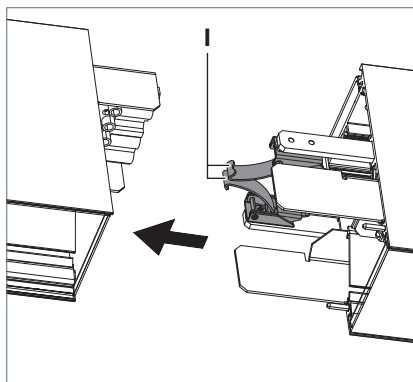

Fig. 23: Unione degli apparecchi.
- ▶ Premere le staffe **I** una con l'altra, vedi Fig. 23.